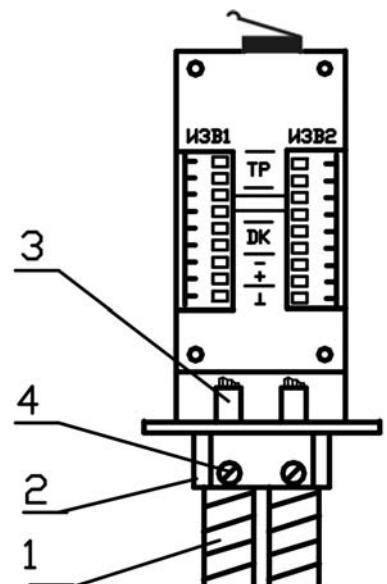

Рис.10.6
10.3.9 Пропустить кабели 1 (рис. 10.6) в металлических рукавах через отверстия кабельных вводов 2 и подвести «разделанные» концы 3 к зажимам «ИЗВ1» или «ИЗВ2» для дальнейшего подключения.